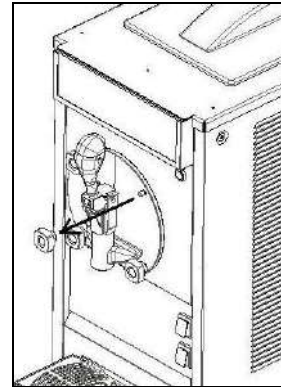

Fig. 14
- Dévisser les boutons de fixation et enlever la bride avant (fig. 14 et 15).